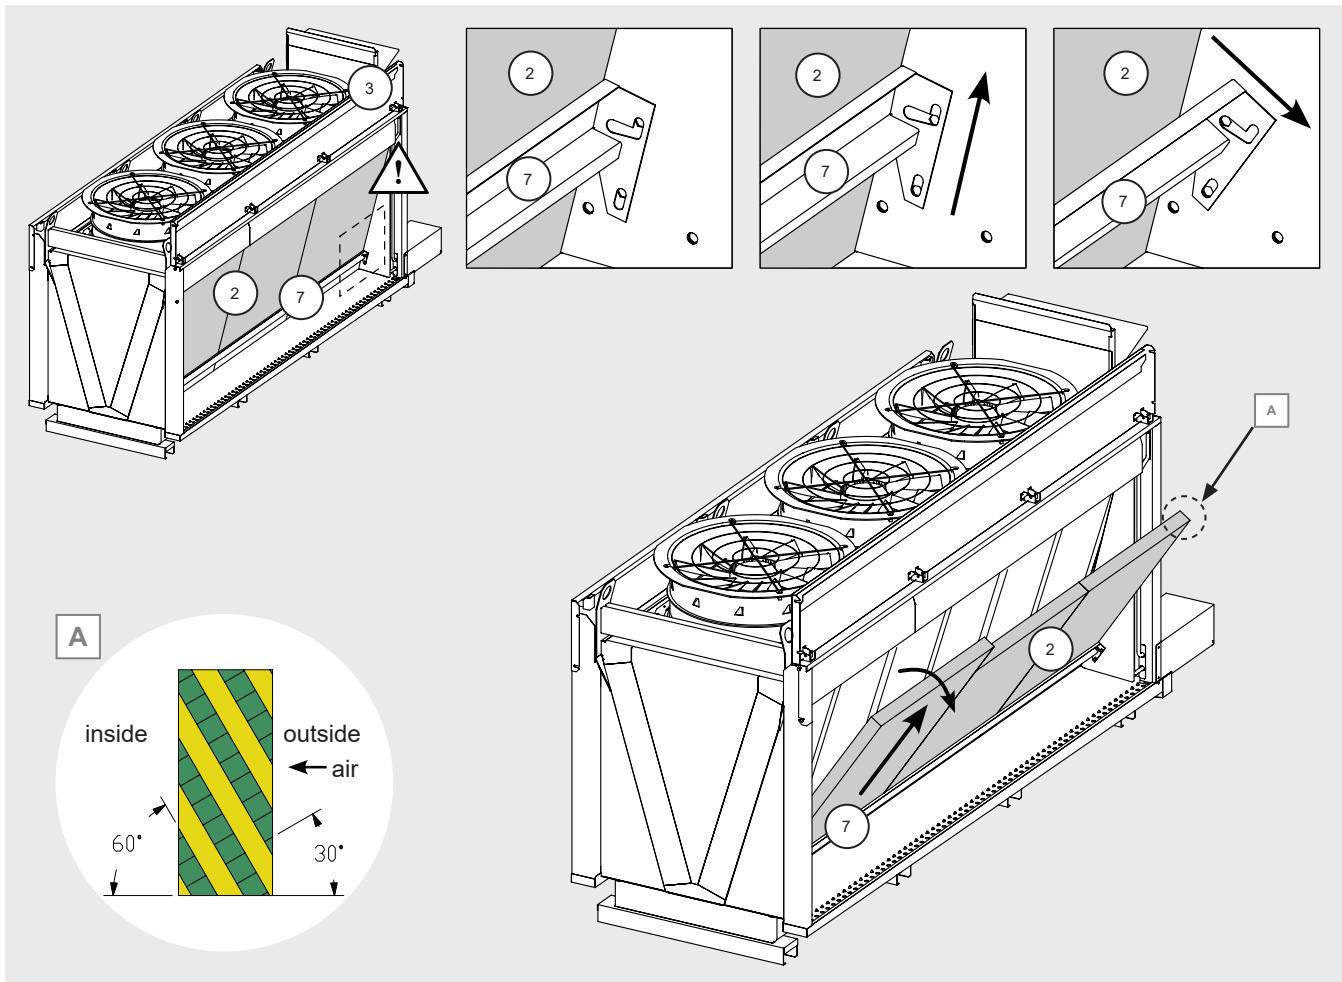

Figura 23
- 12.11.23 Tire de la barra transversal (7) hacia arriba y luego hacia fuera, haciéndola girar. Atención: esto hará que el panel de cartón (2) se incline. Véase la Figura 23.
- 12.11.26 Preste atención a la dirección de instalación de los paneles. Véase la Figura 23 A.